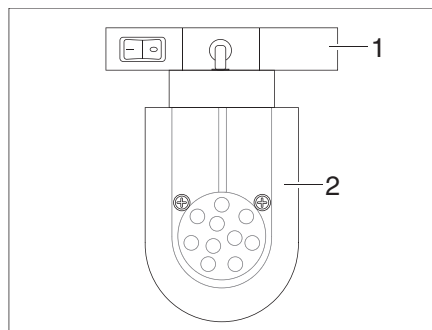

Fig. 139 Foco de LED (ejemplo)
- Sujetar el soporte (Fig. 139,1) y girarlo en 90°.
- Extraer el foco de LED (Fig. 139,2) del sistema de rieles.
- Colocar el foco de LED (Fig. 139,2) en el sistema de rieles en la posición deseada y girarlo en 90°.